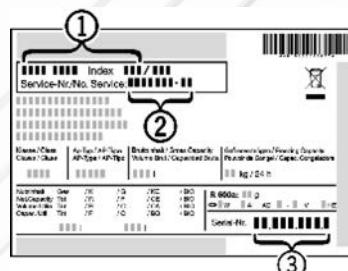

Рис. 4
- ▶ Прочтите обозначение модели **Рис. 4 (1)**, сервисный номер **Рис. 4 (2)** и серийный ( заводской) номер **Рис. 4 (3)** на табличке с техническими характеристиками, расположенной на левой стенке внутри морозильной камеры.
- ▶ При обращении в сервисный центр укажите характер неисправности, обозначение модели **Рис. 4 (1)**, сервисный номер **Рис. 4 (2)** и серийный ( заводской) номер **Рис. 4 (3)**.